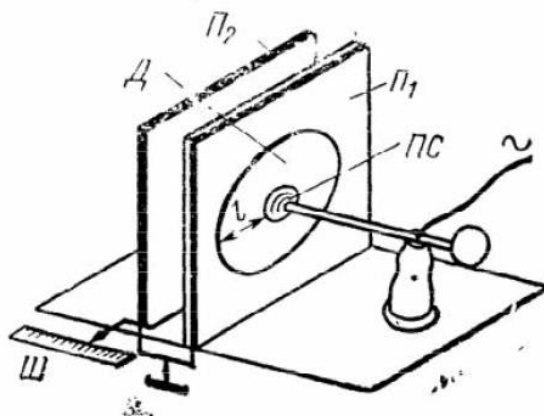

Figure 6 Рис. 6. Устройство для изучения влияния удельной поверхностной емкости на развитие разряда
Влияние удельной поверхностной емкости на развитие разряда изучается с помощью устройства, показанного на рис. 6. Electroдами разряда промежутка в этом устройстве служат полусфера ПС, на которую подается напряжение, и заземленная металлическая пла-
5. Пользуясь устройством, показанным на рис. 6 определить напряжение возникновения короны U_k , напряжение возникновения скользящих разрядов $U_{ск}$ и разрядное напряжение U_p при разных значениях удельной поверхностной емкости. Для изменения удельной поверхностной емкости заземленную плоскость П2 устанавливать на